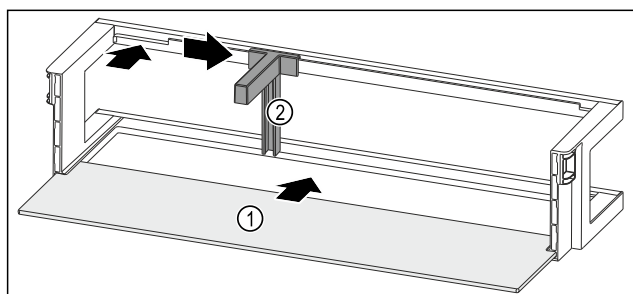

Fig. 172 带搁板的门边存放架
- ▶ 将搁板 Fig. 172 (1) 推入侧面凹槽。
- ▶ 将瓶托 Fig. 172 (2) 装入槽中。
- ▶ 将瓶托 Fig. 172 (2) 推至一侧的所需位置。